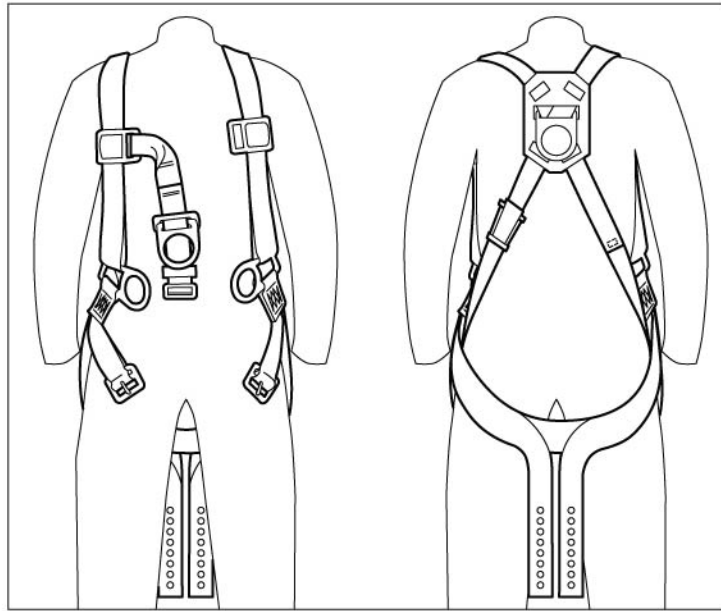

图8
7.1.2 将安全带挂到肩膀上，使下骨盆束带位于身后。（见图8）